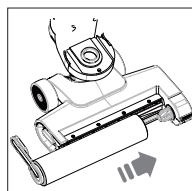

Fig. 15 – Colocación del rollo de microfibra
- ▶ Coloque el rodillo de microfibra en el soporte del rodillo empezando por el lado derecho. Gire el rodillo para que pueda encajar la lengüeta de bloqueo en la ranura del pie de limpieza (**véase Fig. 15**).